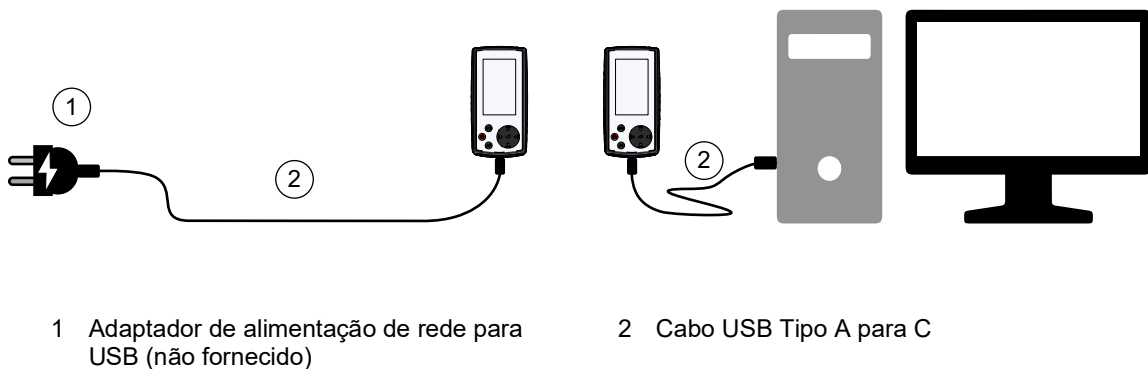

Figura 1-4: Alimentação e conexão USB
1. Use o cabo USB fornecido com o calibrador. Conecte seu plugue USB C menor à conexão USB na parte inferior do calibrador. Ver Figura 1-4 na página 5.